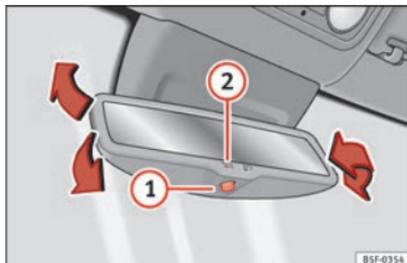

Fig. 19
Attivare la funzione anti-abbaglio automatica: premere il tasto ① » » fig. 19. Si accende la spia ② e, quando la luce colpisce, lo specchietto retrovisore si oscura.